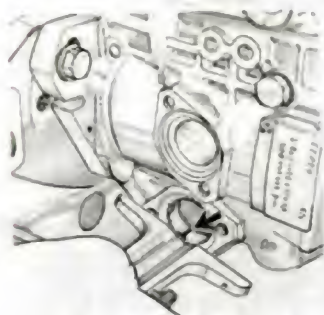

Fig. 47.
- Pour vérifier la course de la came du dispositif (fig. 47) :
- Basculer le levier pour obtenir la levée maximale de la came et mesurer la course obtenue (fig. 47).